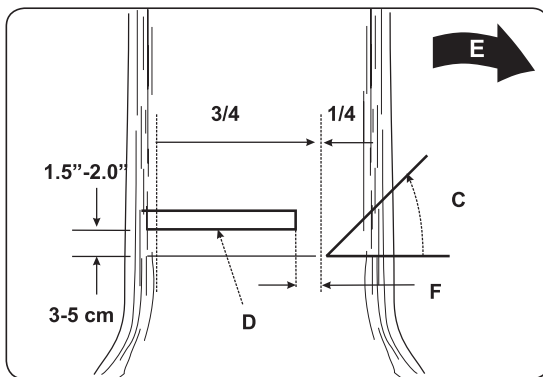

Fig. 10B
**! MISE EN GARDE:** Ne marchez pas devant un arbre à entaille. Le trait d'abattage (D) se fait du côté opposé de l'arbre à 3-5 cm au-dessus de la base horizontale de l'entaille (C) (Fig. 10B).